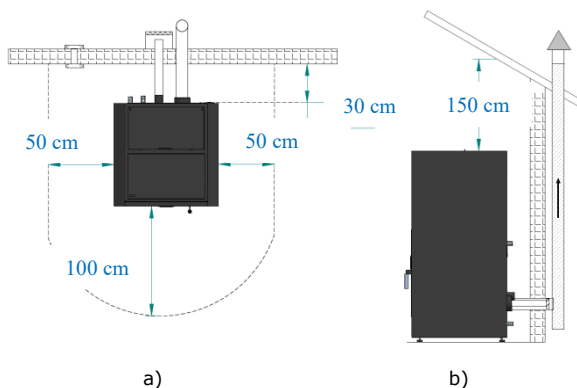

Figura 5 - Distâncias mínimas de todas as superfícies: a) vista superior da instalação do equipamento; b) vista lateral da instalação do equipamento
As distâncias mínimas da compacta a *pellets* às superfícies especialmente inflamáveis estão representadas na Figura 5.
- Conforme indicado na Figura 5, a conduta de exaustão deve ser realizada de modo a que a limpeza e a manutenção sejam asseguradas pela inserção dos pontos de inspecção.